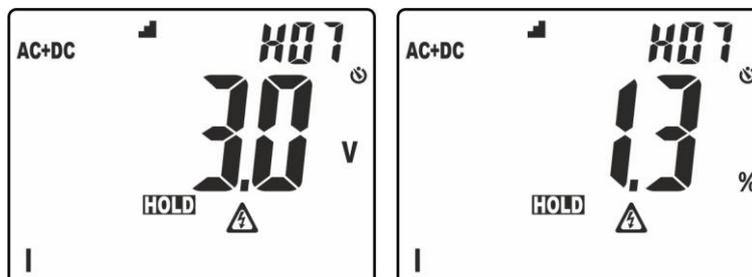

Fig. 4: Visualizzazione ordinamento ampiezze analisi armonica
- Pressione prolungata del tasto (almeno 2s) per attivare la funzione **H2O (Higher Harmonic Ordering)** di ordinamento dell'ampiezza delle armoniche. In tali condizioni, la funzione "HOLD" è automaticamente attivata, il simbolo "▬" è presente a display, la barra grafica è disabilitata e lo strumento mostra il valore delle ampiezza di tutte le armoniche comprese tra l'ordine 2 e il 25, in **ordine decrescente** a partire dall'armonica di ampiezza maggiore come mostrato in Fig. 4
Nell'esempio di Fig. 4 l'armonica di ampiezza maggiore corrisponde all'ordine 7. Premere il tasto \blacktriangle per osservare le ampiezze delle restanti armoniche e premere nuovamente il tasto **H/H%/H▬** per passare dalla visualizzazione in valori assoluti o percentuali. Ruotare il selettore per uscire dalla funzione